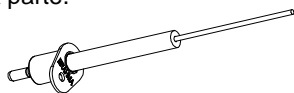
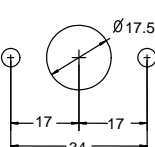

Fig. 4
Fig. 6, UV..
- per il BTXXXG in applicazioni a gas la rilevazione del segnale di fiamma avviene mediante il principio raddrizzante della fiamma con elettrodi (fig. 4); per le caratteristiche si veda la nota tecnica 4065. In applicazioni in cui la temperatura è eccessiva e l'elettrodo di rilevazione ne risulterebbe compromesso, è possibile l'impiego dei sensori FD1/S BT - FD2/S BT (fig. 5) o sensori UV... (fig. 6).
- per il BTXXXO in applicazioni ad olio combustibile i sensori FD1D BT - FD2D BT (fig. 5) oppure UV... (fig. 6) utilizzabili solo in bruciatori a fiamma blu; nelle applicazioni di bruciatori a fiamma gialla sono più idonee le fotoresistenze FC7, FC8, FC11, FC13 o FC14 (fig. 7 e 8) oppure i fototransistor FT11 o FT13 (fig. 9).